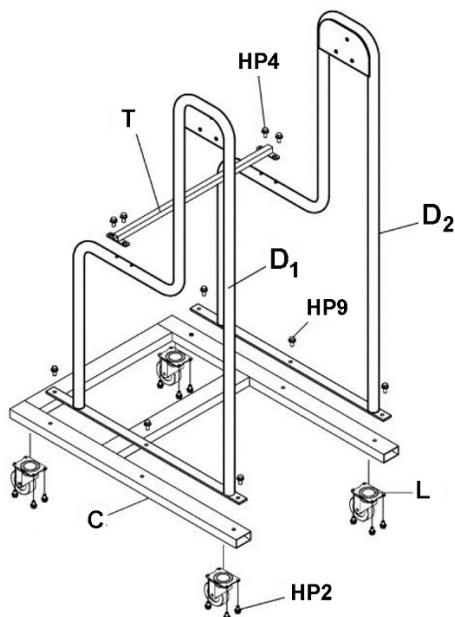

Figure 3
1. Installez quatre roulettes (L) sur la base (C) avec les vis à tête cylindrique (HP2). Voir la Figure 3.
2. Installez les montants gauche et droit (D₁, D₂) sur la base (C) avec les écrous à bride (HP9).
3. Installez le support de montant (T) sur les montants avec les écrous à bride (HP5).